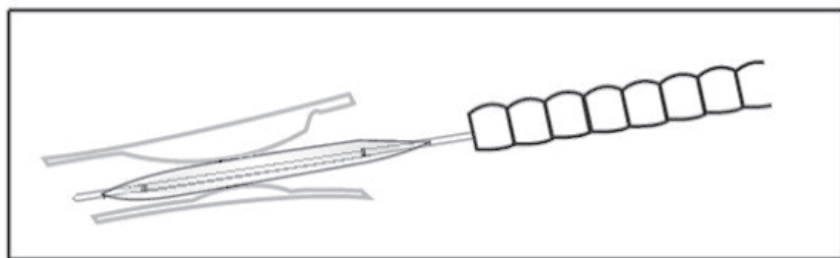

Figura 3
5. Insira o balão no canal de trabalho do endoscópio e avance até que este passe pela estenose. Continue a fazer avançar o balão até que a posição desejada seja alcançada. A posição pode ser verificada por meio de fluoroscopia com a ajuda dos marcadores radiopacos (ver Figura 3).